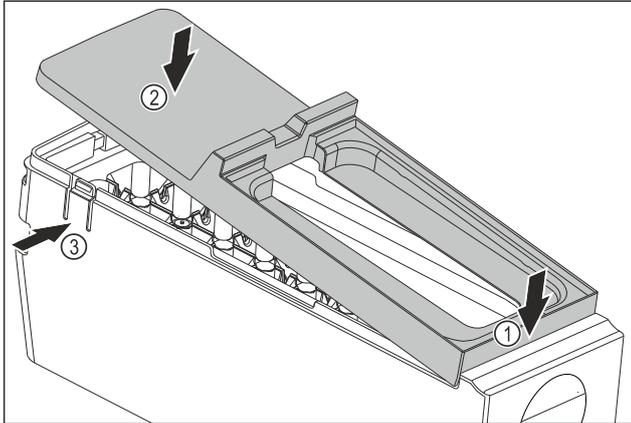

Fig. 88
- ▶ Abdeckung des EasyTwist-Ice-Korpus montieren: Abdeckung vorne ansetzen. Fig. 88 (1)
- ▶ Abdeckung hinten absenken. Fig. 88 (2)
- ▷ Abdeckung rastet hörbar in beiden Laschen Fig. 88 (3) ein.